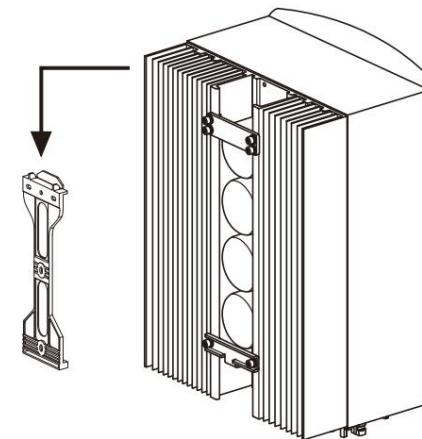

Figura 4.5 Soporte de montaje en pared
- Levante el inversor (tenga cuidado de no forzar el cuerpo) y alinee el soporte posterior del inversor con la sección convexa del soporte de montaje. Cuelgue el inversor en el soporte de montaje y asegúrese de que esté seguro (consulte la Figura 4.5)